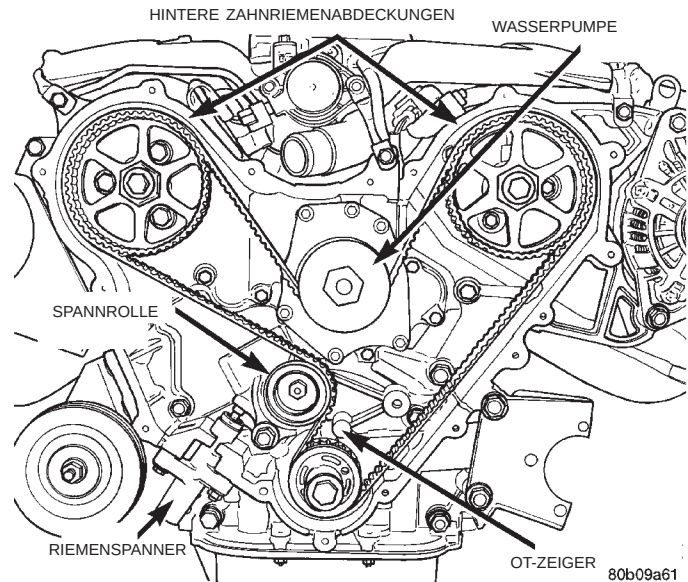

Abb. 68 Zahnriemen
(10) Zahnriemenspanner abbauen (Abb. 68) und Zahnriemen abnehmen.